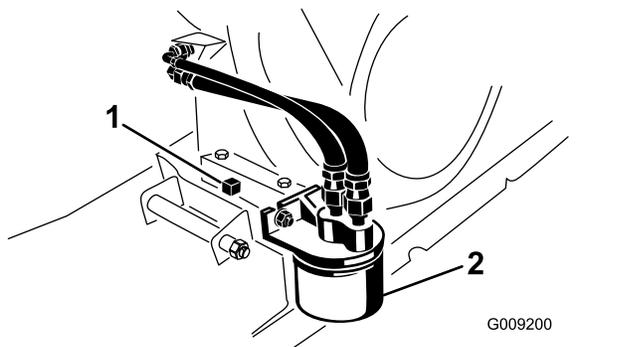

Figura 33
6. Coloque um recipiente de escoamento debaixo do bujão de drenagem (Figura 33).
7. Retire o tampão de escoamento e o vedante (Figura 33).
2. Retire o filtro de óleo existente (Figura 33).
4. Enrosque o novo filtro no adaptador do filtro até que a junta entre em contacto com a placa de montagem; em seguida, aperte o filtro mais $\frac{1}{2}$ a $\frac{3}{4}$ de volta (Figura 33).